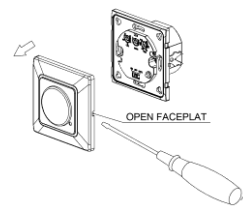

Figure1
- Zdejmij przednią pokrywę czujnika i ustaw pokrętła TIME oraz LUX. (Rys.1)
- Unload the faceplate of sensor and adjust the time and LUX knob.(refer to figure 1)